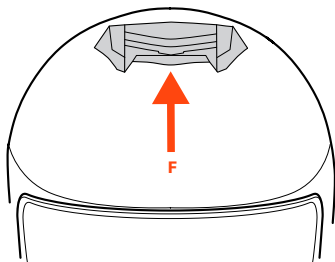

ABBILDUNG 5
BELÜFTUNGSÖFFNUNG VORNE OBEN – F – Abbildung 5/6
- Abbildung 5: Belüftungsöffnung, vollständig geschlossen.